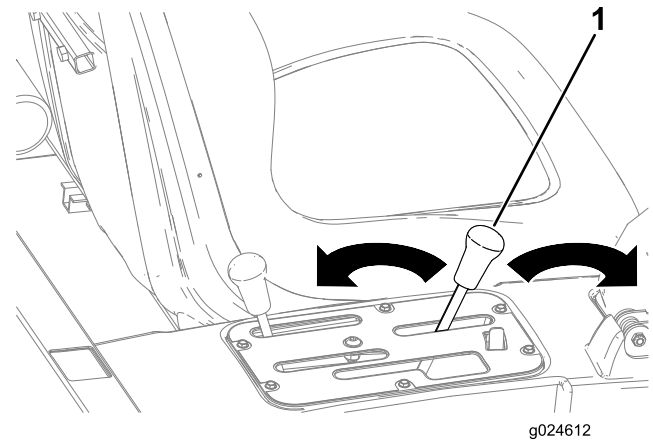

Figura 18
3. Mueva la palanca hacia atrás para elevar la caja de carga a la posición deseada (Figura 18).
4. Mueva la palanca hacia adelante para bajar la caja de carga (Figura 18).